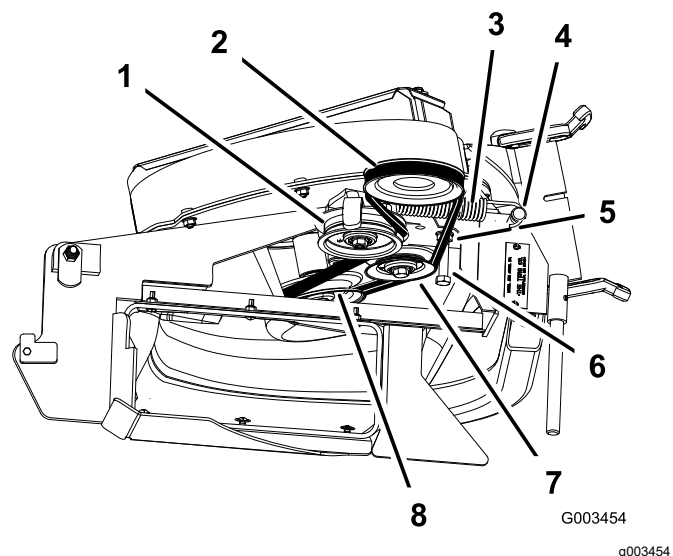

Figura 43
3. Afloje el perno de guía de la correa (Figura 43).
5. Instale la correa nueva alrededor de la polea del soplador (Figura 43).
7. Apriete el perno de guía de la correa (Figura 43).
9. Coloque la correa sobre la polea tensora tensada con muelle (Figura 43).